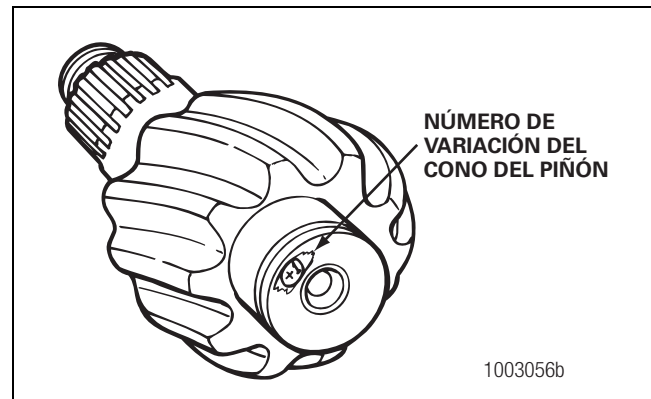

Figura 5.21
2. Fijese en el número de variación del cono del piñón (PC) de mando que está por cambiar. Figura 5.21. Anote y registre el número. El número del cono del piñón puede ser uno de los siguientes valores.